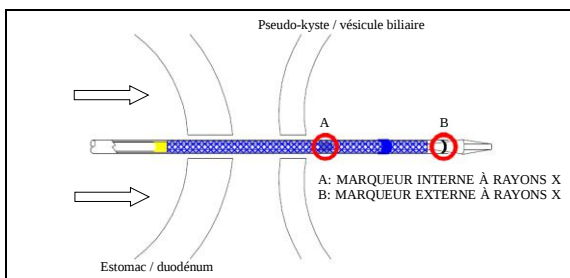

Figure 3
- Sous guidage fluoroscopique et endoscopique, positionnez le système de largage muni d'une fonction d'électrocautérisation [HDS-10]. Le marqueur à rayons X interne (« **A** » dans la Figure 3) doit pouvoir pénétrer la paroi du pseudo-kyste ou de la vésicule biliaire.